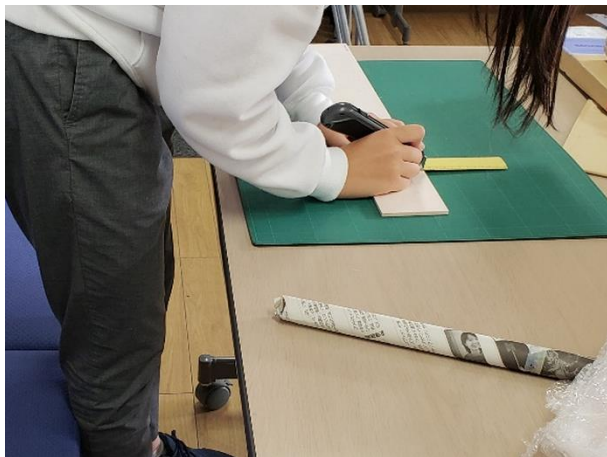

図1 木材を切断している写真
- ① 木材を購入した。
- ② バルサ材, 桧棒を主翼, 垂直尾翼, 水平尾翼の必要な長さにするためにカッターを用いて切断した (図1)。